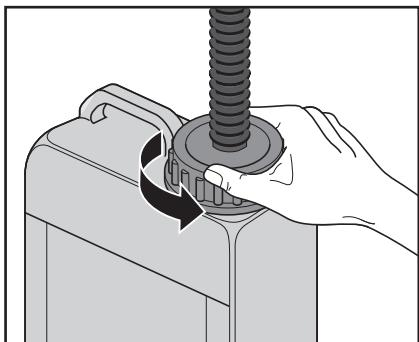

Рис. A1
- Открутить пробку бака. (Рис. A1)